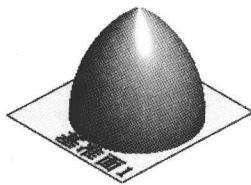

图 2.4 基准面 1
(3) 定义旋转轴线。采用草图中绘制的中心线作为旋转轴线（此时旋转窗口中显示所选中心线的名称）。
(4) 定义旋转属性。
① 定义旋转方向。采用系统默认的旋转方向。
② 定义旋转角度。在 **旋转参数(R)** 区域的 **文本框** 中输入数值 360.0。
(5) 单击窗口中的 **✓** 按钮，完成旋转 1 的创建。
Step3. 创建图 2.4 所示的基准面 1。选择下拉菜单 **插入(I) → 参考几何体(G) → 基准面(E)...**